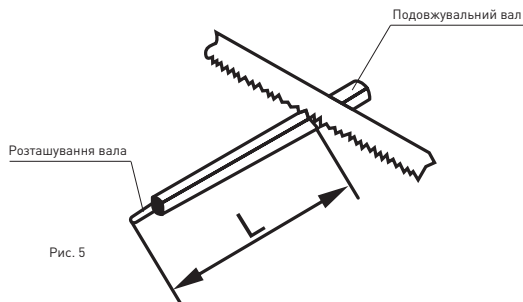

Рис. 5
- вкрутіть різбову частину фіксуючого вала в подовжувач, виміряйте значення L відповідно до схеми та відпиляйте подовжену частину (Рис. 5);